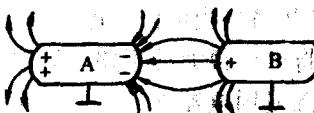

图 1-4 静电感应现象
(3) 静电场 当将一导体放置在带电导体的电场中时会产生静电感应现象, 即导体中的自由电子会发生定向移动, 使导体两端呈现等量的异性电荷, 从而形成新的电场, 如图 1-4 中的导体 A。